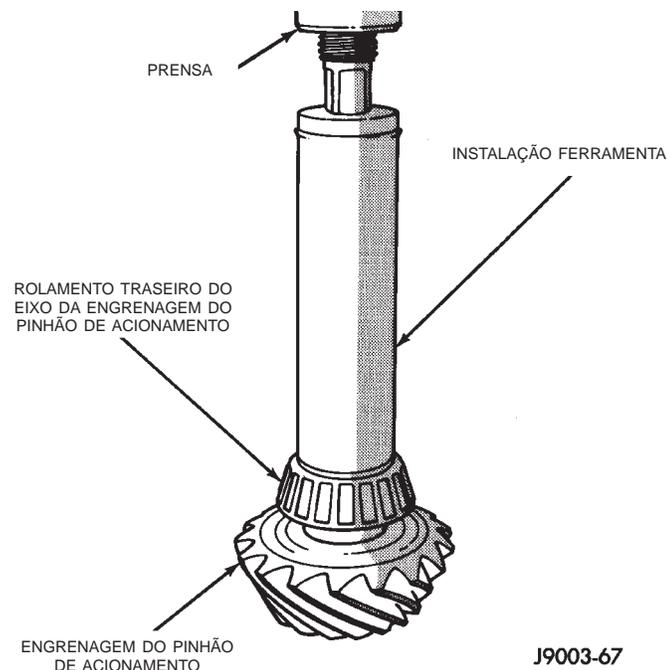

Fig. 32 Instalação do rolamento Traseiro do Eixo
(7) Coloque o calço de profundidade de espessura adequada na engrenagem do pinhão.
(8) Instale o rolamento traseiro e o impulsor, se equipado, na engrenagem do pinhão com o Instalador W-262 (Fig. 32).